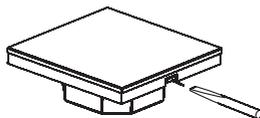

Рисунок 3. Снятие лицевой панели.
- 3.5. Отсоедините лицевую панель от корпуса, аккуратно поддев ее плоской отверткой (Рис. 3).